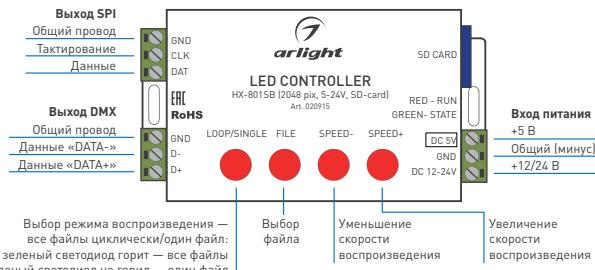
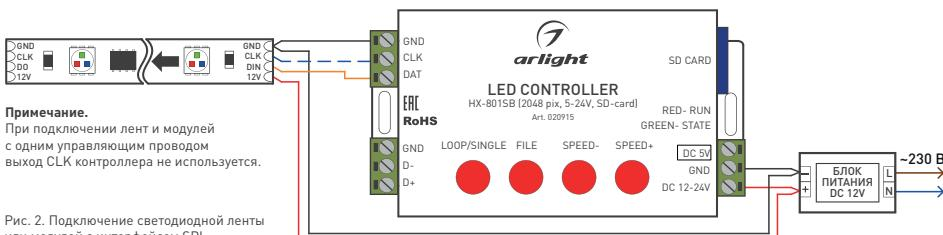
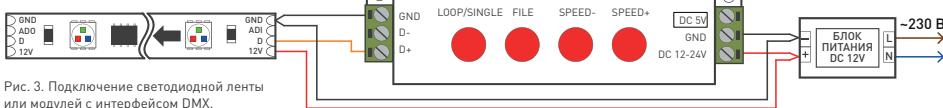

Рис. 1.
Рис. 2. Подключение светодиодной ленты или модулей с интерфейсом SPI.
Рис. 3. Подключение светодиодной ленты или модулей с интерфейсом DMX.
- В зависимости от типа используемых светодиодных лент или модулей подключите их к выходу SPI [Рис. 1, Рис. 2] или DMX [Рис. 1, Рис. 3]. Использование выходов SPI или DMX будет зависеть и от выбора типа микросхем при составлении программы.